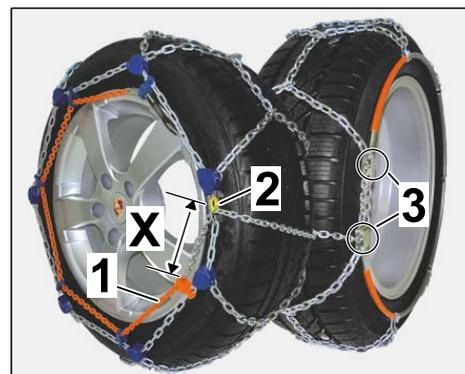

Fig. 15
2.4 Contrôle du montage de la chaîne à neige sur la roue (⇒ Fig. 15)
- La zone repérée en rouge de la chaîne de serrage doit être complètement tendue par la fente de la plaque de fermeture. En fonction des dimensions du pneumatique, la distance entre la zone repérée en rouge et la fente de la plaque de fermeture (cote X ⇒ Fig. 15 -X-) peut varier.
- Position du galet enrouleur / points de serrage (face interne de la roue) ⇒ Fig. 15 -4-) : ne doit **PAS** se trouver sur la bande de roulement du pneu ou toucher la chaussée.